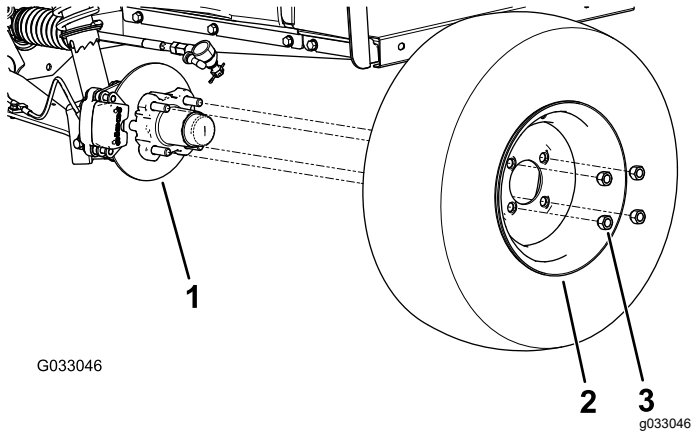

Figura 28
2. Retire las 4 tuercas que sujetan la rueda al cubo (Figura 28).
4. Alinee los taladros de la rueda con los espárragos del cubo y monte la rueda en el cubo con la válvula hacia fuera (Figura 28).
5. Sujete la rueda al cubo usando las tuercas de rueda (Figura 28).